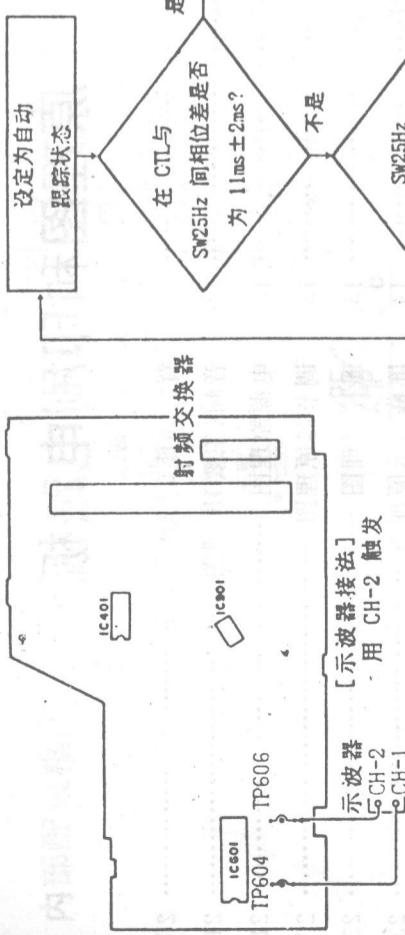

图 59
- 准备: ① 将示波器的CH-1接TP604(CTL)、CH-2接TP601-11(SW 25Hz), 连接图见图59所示;
- ② 使用的测试装置有校正磁带(MH-2)和1.5mm六角扳手;
- ③ 录象机呈放演校正磁带(梯级)状态;